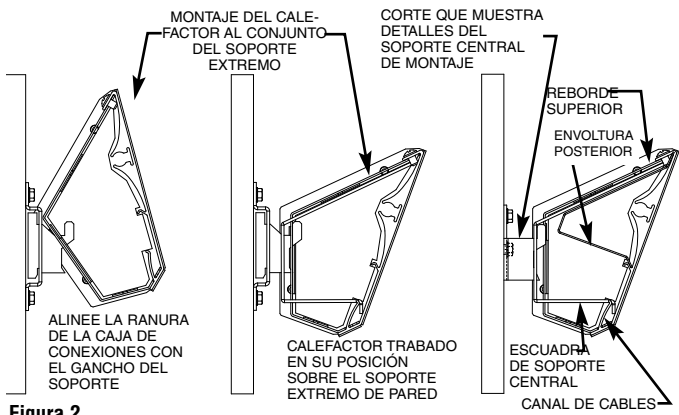

Figura 2
- Para montar el calefactor, fije la escuadra de soporte central al soporte central de pared inclinando el calefactor hacia atrás y haciendo que la ranura superior caiga sobre el gancho del soporte, según se indica en la Figura 2. Fije las cajas de conexiones a los soportes extremos de pared en forma similar. Lleve el calefactor hacia adelante, para fijarlo en su posición.
- Para montar el calefactor, fije las escuadras de soporte central a los soportes centrales de pared inclinando el calefactor hacia atrás y haciendo que la ranura superior caiga sobre el gancho del soporte, según se indica en la Figura 2. Fije las cajas de conexiones a los soportes extremos de pared en forma similar. Lleve el calefactor hacia adelante, para fijarlo en su posición.